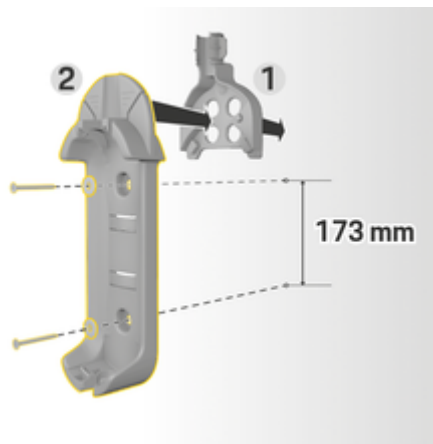

Fig. 8: Dimensione foro
3. Inserire la base del supporto a muro **2** (Fig. 8) dalla parte anteriore nel passacavo **1** (Fig. 8).